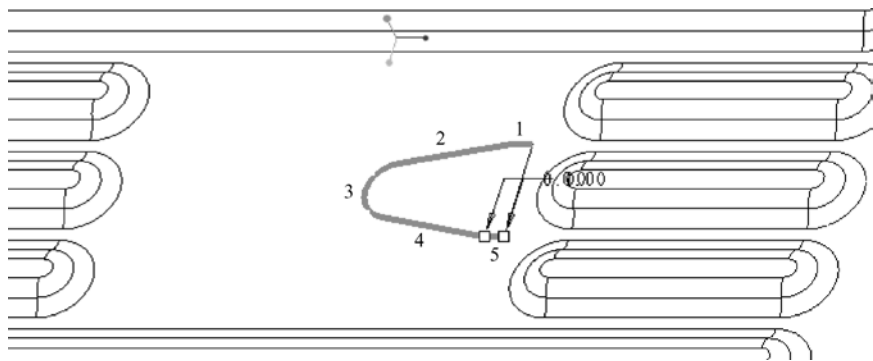

图 5-134 选择边参考
(1) 在功能区“模型”选项卡的“工程”组中单击“扯裂”→ (边扯裂) 按钮, 打开“边扯裂”选项卡。
(2) 在“边扯裂”选项卡中打开“放置”面板, 接着为“边扯裂 1”集选择边参考, 如图 5-134 所示, 即从分割区域中选择边 1, 按住〈Ctrl〉键的同时选择边 2、边 3、边 4 和边 5, 默认的边处理选项为“[开放]”。